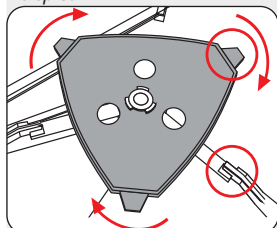

Fig. 6 : Installer le plateau porte-accessoires
3. Placez le plateau porte-accessoires (14) sur le point de réception central (9) (Fig. 6). Tournez le plateau porte-accessoires dans le sens horaire jusqu'à ce que ses ergots de blocage (11 a) s'engagent sous les rainures de fixation (10) des entretoises transversales (4 a).
4. Pressez le support pour bloc-piles (12) avec les mâchoires de serrage (12 a) sur l'une des sections supérieures des pieds du trépied (3) (sans illustration).